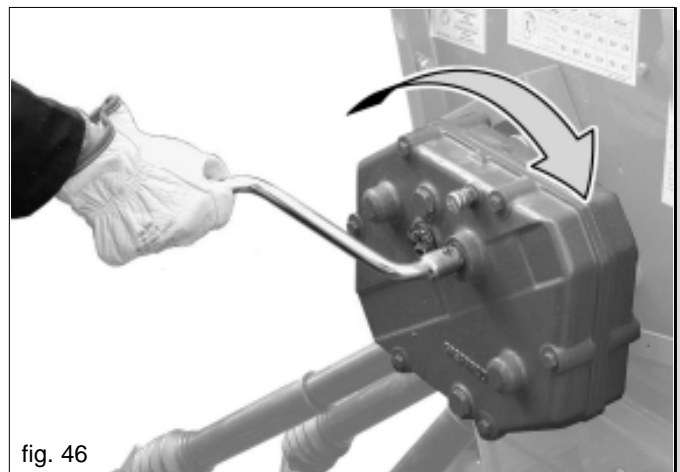

fig. 46
- 4) Inserire la manovella (Fig. 46) nell'alberino del cambio e girare in senso orario.